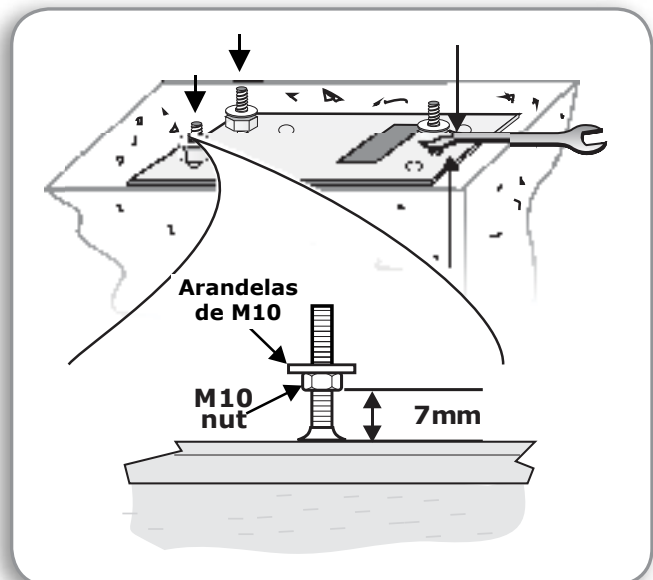

FIGURA 15
1. Montar las tuercas y arandelas M10 a los tornillos de montaje como se muestra en la Figura 15.